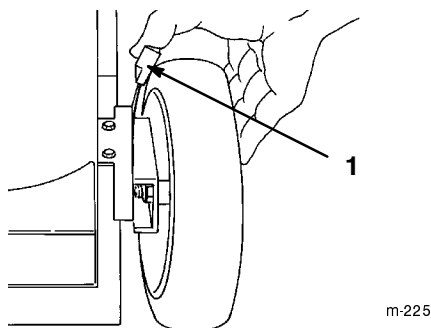

Figure 13
2. Pour faciliter le réglage, soulever le carter de manière à ce que la roue ne touche plus le sol. **Ne jamais placer les doigts sous le carter pour soulever la tondeuse.** Serrer le levier de hauteur de coupe contre la roue et l'amener dans la position voulue (Fig. 13). Vérifier que l'ergot du levier est bien engagé dans l'encoche de la plaque d'usure du carter de tondeuse. Régler toutes les roues à la même hauteur de coupe.